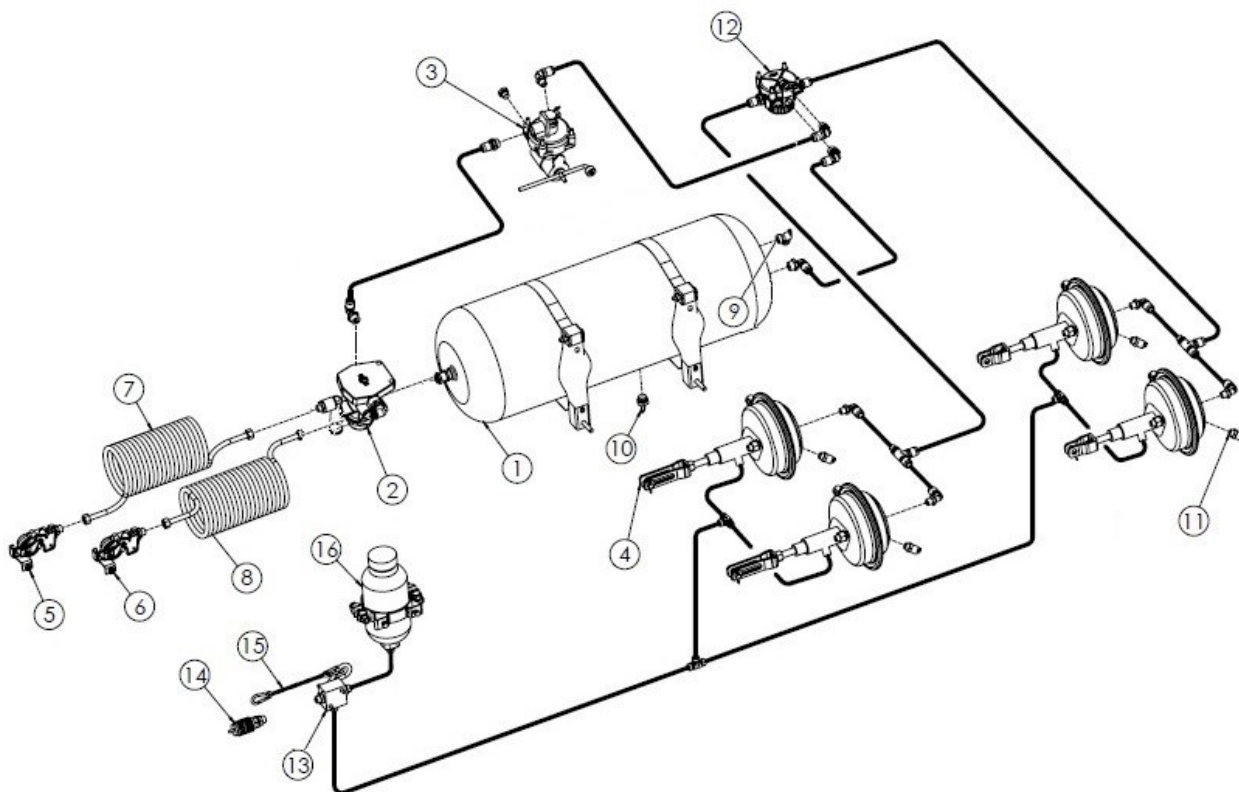

Рисунок 14-й Пневмогидравлическая тормозная система с ALB
- пневмогидравлическая тормозная система с клапаном ALB (рисунок 14).
Другим вариантом тормозной системы является пневмогидравлическая тормозная система с ALB (рис. 14). Эта система представляет собой комбинацию 2-проводной гидравлической и пневматической тормозной системы с ALB (автоматическим регулятором силы торможения). В зависимости от типа тормозов, которыми оснащен трактор, можно соответствующим образом подключить гидравлическую или пневматическую тормозные системы.